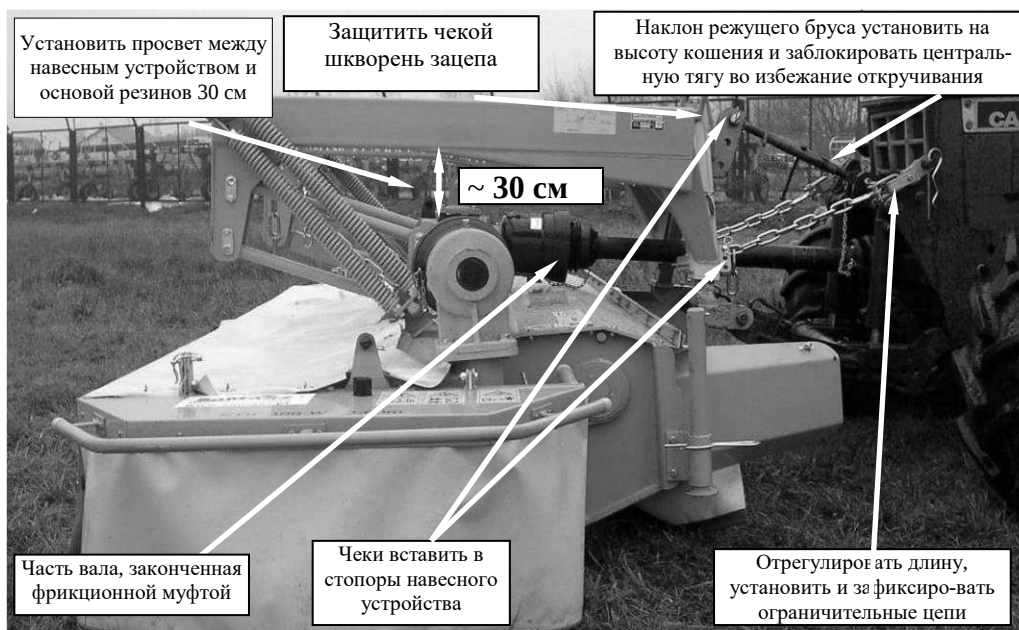
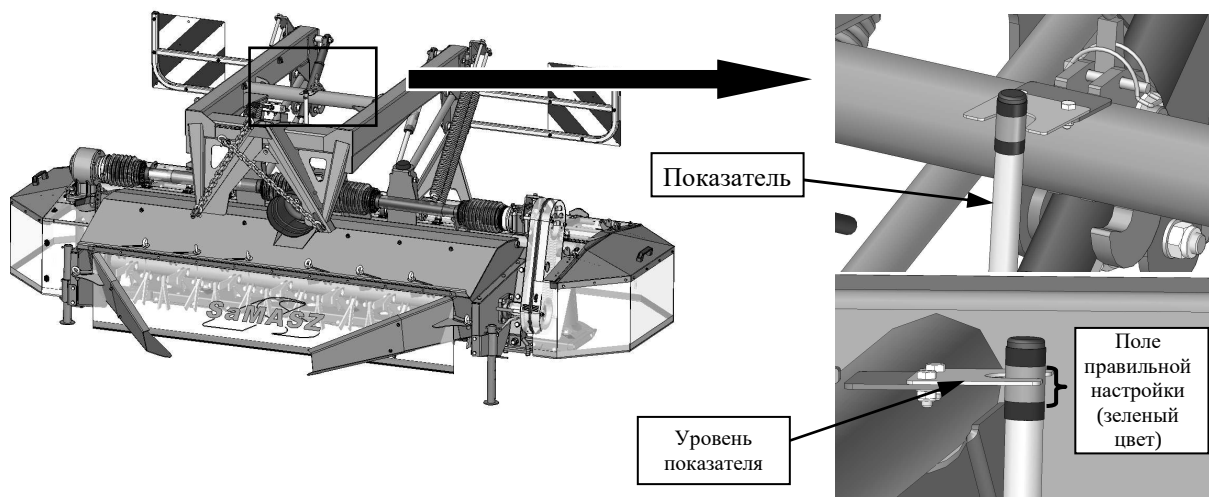

Рис. 10. Навешивание косилки на присоединительный треугольник II кл
Рис. 11. Правильная настройка просвета (около 30 см)
После монтажа зацепного треугольника на трехточечной системе подвески, следует подъехать перпендикулярно к косилке, установить верхней тягой зацепной треугольник параллельно к треугольнику машины (Рис. 10) поднять трехточечную систему подвески вверх, до момента когда косилка будет в воздухе, а треугольник дойдет до конца. Защитить зацепной треугольник шкворнем и перевести шкворень пружинистой чекой. В конце отрегулировать длину цепей (п. 5.3).
Агрегированную на тракторе косилку следует поднять тягами, а затем используя гидравлику косилки опустить ее на такую высоту, чтобы зеленое поле показателя находилось на высоте ватерпаса показателя (Рис. 11). При такой установке просвета между рамой подвески а основной резинов бампера будет составлять около 30 см (Рис. 10).
- ❑ приподнимите косилку на навесном устройстве трактора так, чтобы расстояние между навесным устройством и основой резинового бампера составляло около 30 см (Рис. 10),
- ❑ проверьте расстояние между навесным устройством и основой резинового бампера. Если оно неправильное, надо его отрегулировать, используя для этой цели регулировочное отверстие цепи треугольника косилки (Рис. 10).